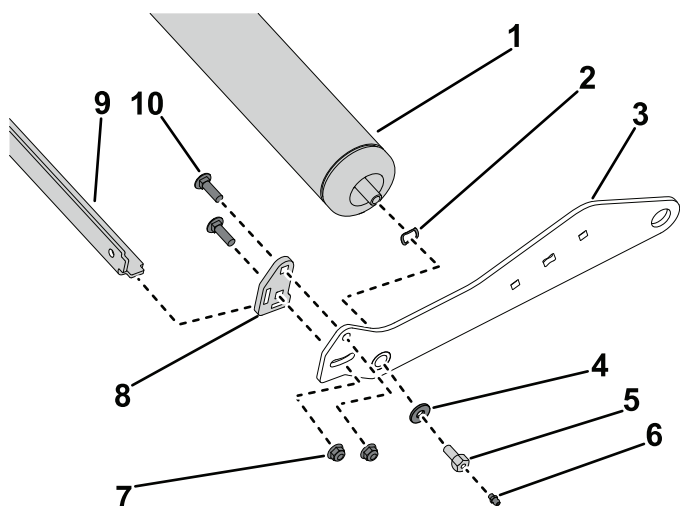

Bild 3
1. Setzen Sie die Federscheibe auf jedes Ende der Rollenwelle (Bild 3).
2. Setzen Sie einen Rollenarm auf jedes Ende der Rollenwelle (Bild 3).
3. Befestigen Sie den Rollenarm mit der gehärteten Unterlegscheibe (nur auf der rechten Seite) und den beiden Rollenwellenschrauben an den beiden Rollenwellen. Schrauben Sie die beiden Schmiernippel auf die beiden Schrauben der Rollenwelle, falls diese noch nicht montiert sind (Bild 3).
4. Stecken Sie die Befestigungslaschen des Rollenabstreifers in die Schlitzte an den Abstreiferarmen (Bild 3).
5. Befestigen Sie die Abstreiferarme an den Rollenarmen (Bild 3).
6. Befestigen Sie den Abstreiferarm auf der linken Seite des Rollenarms mit zwei Schlossschrauben ($\frac{3}{8}$ ") und zwei Sicherungsmuttern ($\frac{3}{8}$ ") (Bild 3) am Rollenarm. Wiederholen Sie den Vorgang für den rechten Rollenarm.